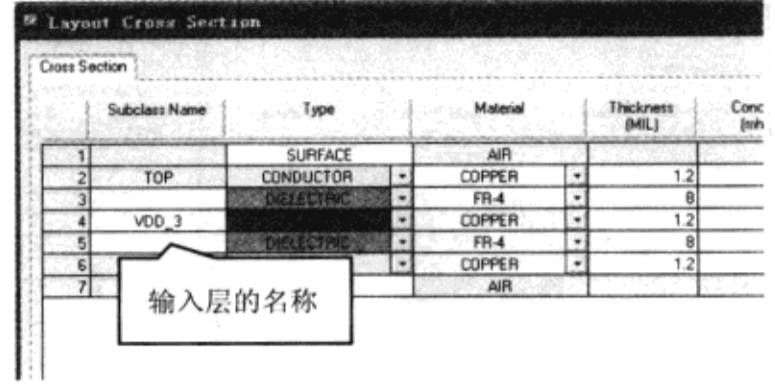

图 7-12-23 输入层的名称
(6) 双击第 4 层“Subclass Name”栏中的“NONAME\_1”，输入“VDD\_3”作为该层的名称，按“Tab”键，如图 7-12-23 所示。